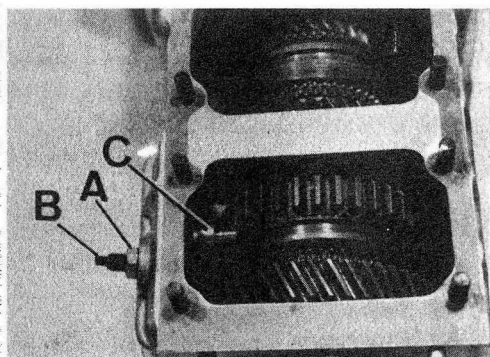

Fig. C1-74 Desmontaje palanca intermedia de marcha atrás
- 1.2. Aflojar la tuerca, A (Fig. C1-74) y extraer el pivote roscado, B de la palanca intermedia, C.
- 3.2. Montar el pivote roscado, B (Fig. C1-74) y la tuerca, A, centrando el primero sobre su alojamiento en la palanca intermedia, C, y roscar el pivote suavemente, - hasta que el patín quede presionando sobre el fondo de la canal del rodamiento, aflojando a continuación $3/4$ de vuelta el pivote, B, y fijándolo en esta posición con la tuerca, A.